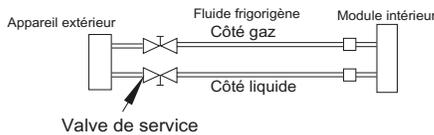

Fig. 33 – Valve de service
1. Serrez complètement les écrous évasés A, B, C et D, et branchez le flexible de l'ensemble de manomètres à un orifice de charge de la valve de service côté basse pression (voir la figure 33).